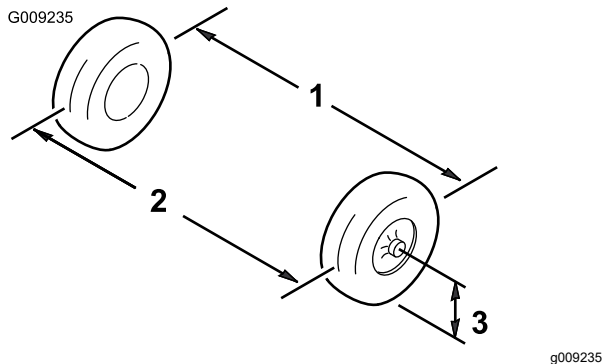

Figure 81
5. Mesurez la distance entre les roues avant à hauteur d'essieu, à l'avant et à l'arrière des roues (Figure 81).